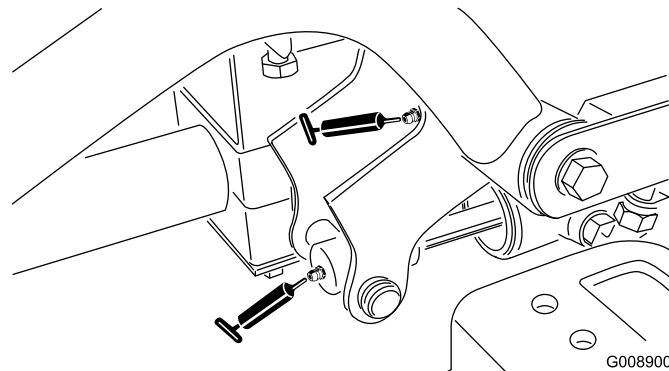

Figura 56
- Articulação do braço de elevação dianteiro esquerdo e cilindro de elevação (2) (Figura 56)